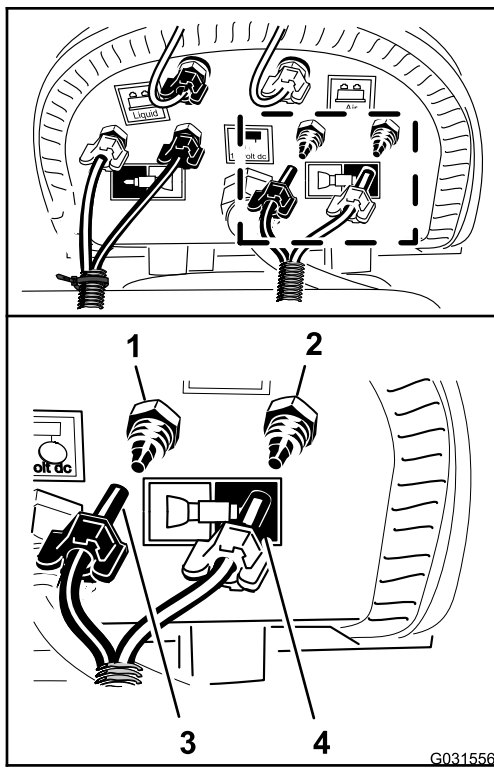

図 144
5. マークの付いていないケーブルタイの付いていないチューブ束で、左側ブーム用の青色チューブを左側ブーム用給水部の圧縮フィッティングに取り付ける 図 144。
6. チューブの圧縮ナットをフィッティングに嵌め、ナットを手締めする 図 144。
7. 左側ブーム用の透明チューブを左側ブーム用エア供給部の圧縮フィッティングに取り付ける 図 144。
8. チューブの圧縮ナットをフィッティングに嵌め、ナットを手締めする 図 144。